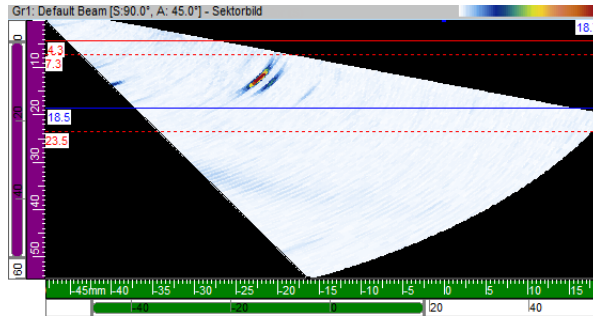

Abbildung 4-18 Beispiel von Kursors über und unter einer Indikation in einem Sektorbild
2. Bewegen Sie in einer Seitenansicht (B), Vorderansicht (D) oder in einem Sektorbild (S) den roten **Referenzkursor** und den blauen **Messkursor** jeweils über und unter den Referenzreflektor des Justierkörpers (siehe Abbildung 4-18 auf Seite 258).
4. Bewegen Sie in einer Seitenansicht (B), Vorderansicht (D) oder in einem Sektorbild (S) den roten Referenzkursor und den blauen Messkursor jeweils über und unter den Referenzreflektor des Justierkörpers (siehe Abbildung 4-18 auf Seite 258).